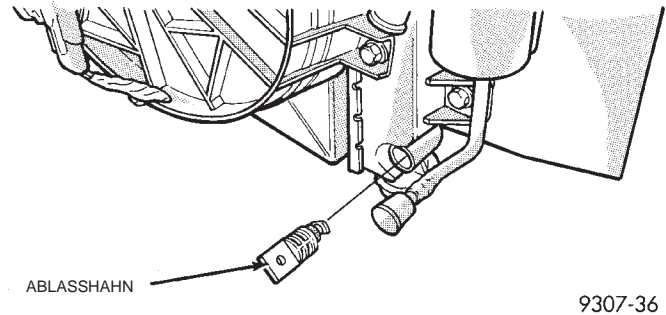

Abb. 33 Ablaßhahn
(1) Den Schaft des Ablaßhahns zum Herausdrehen nach links drehen. Wenn der Schaft bis zum Ende der Gewindgänge herausgeschraubt wurde, den Schaft aus dem Wasserkasten herausziehen (Abb. 33).